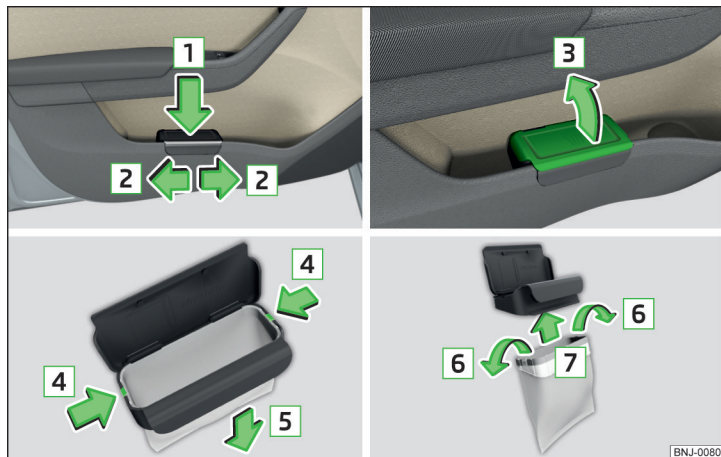

Abb. 76 Abfallbehälter: einsetzen und verschieben / öffnen / Beutel ersetzen
- Den Abfallbehälter im hinteren Bereich in Pfeilrichtung **1** » Abb. 76 eindrücken.
- Den Abfallbehälter entgegen der Pfeilrichtung **1** » Abb. 76 herausnehmen.
- Den Deckel in Pfeilrichtung **3** » Abb. 76 anheben.
- Die beiden Rastnasen am Rahmen in Pfeilrichtung **4** » Abb. 76 abdrücken.